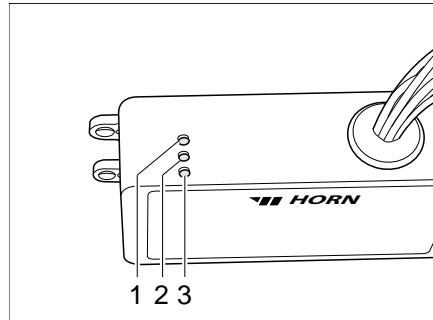

Bild 176 Regelgerät
Das Regelgerät (Bild 176) ist im Kleiderschrank eingebaut. Die Kontroll-Leuchten auf dem Regelgerät haben folgende Bedeutung:
- Kontroll-Leuchte (Bild 176,2) leuchtet grün: Regelung in Betrieb.
- Kontroll-Leuchte (Bild 176,1) leuchtet rot: Abwassertank wird beheizt.
- Kontroll-Leuchte (Bild 176,3) leuchtet rot: Abwasserleitungen werden beheizt.